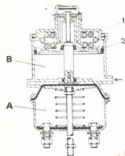

Fig. 11.7. - Desfrenado para marcha normal
- **Desfrenado para marcha normal (fig. 11.7).** — La presión en el cuerpo (B) comprime el muelle (1) por medio del pistón (2), por lo que las zapatas están en reposo.